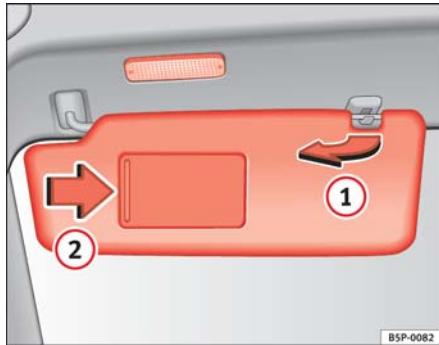

Fig. 78 Parasol del lado del conductor
Los parasoles del conductor y del acompañante pueden extraerse de sus soportes centrales y girarse hacia las puertas ⇒ **fig. 78 (1)**.